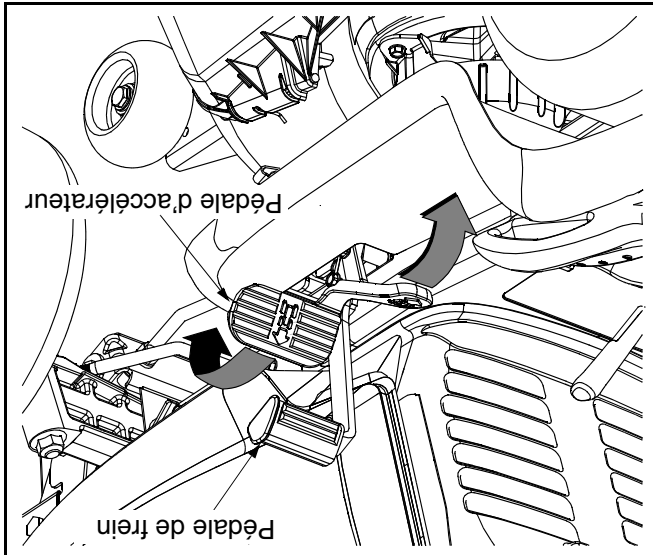

Figure 10
- Pour vous déplacer en MARCHÉ ARRIÈRE, assurez-vous qu'il n'y a pas d'obstruction derrière vous, puis appuyez lentement sur la partie inférieure de la pédale d'accélérateur avec la plante de votre pied (et pas votre talon) jusqu'à l'obtention de la vitesse désirée. Voir la Figure 10.
- Pour vous déplacer en MARCHÉ AVANT, appuyez lentement sur la partie supérieure de la pédale d'accélérateur jusqu'à l'obtention de la vitesse désirée. Voir la Figure 10.